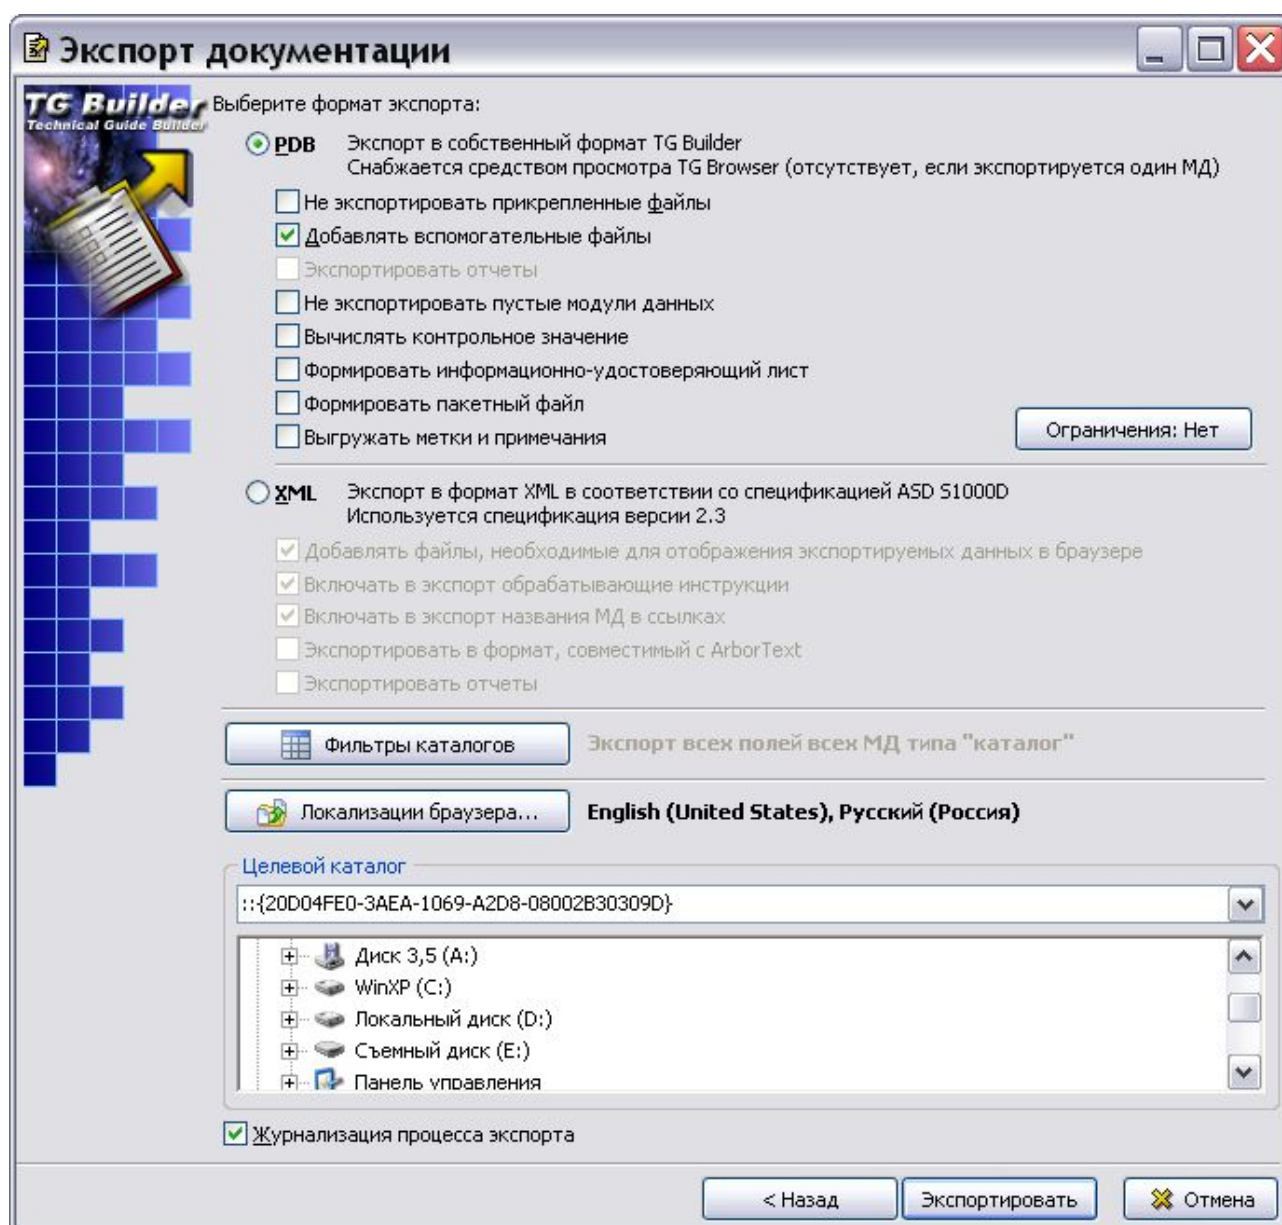

Рис. 8.77
8. Нажмите на кнопку **Далее**. После этого откроется вторая часть окна **Экспорт документации** (Рис. 8.77).